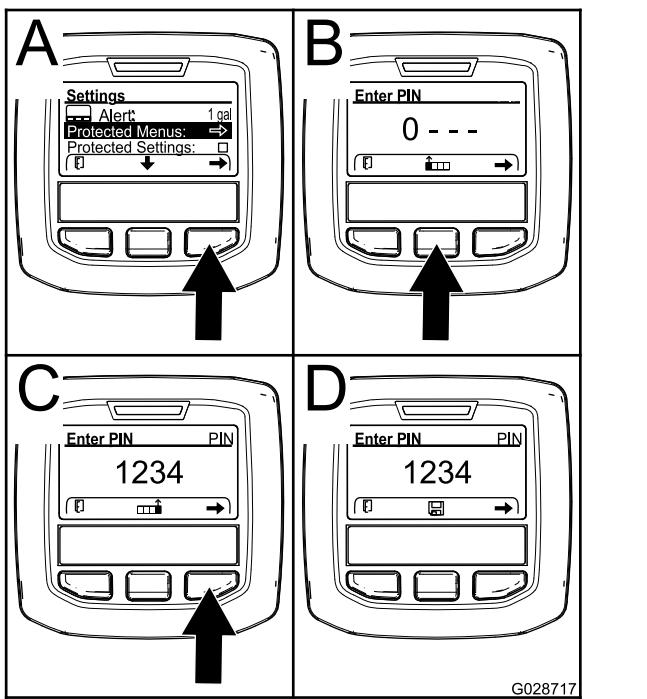

図 25
4. 右ボタンを押して保護メニューProtected Menusを選択する図 25のA。
- ・ 数を大きくするには中央ボタン図 25のBを押す。
- ・ カーソルを右の桁に移動させるには右ボタン図 25のCを押す。
- 注** 中央ボタンの上に「保存」アイコンが表示されます 図 25のD。